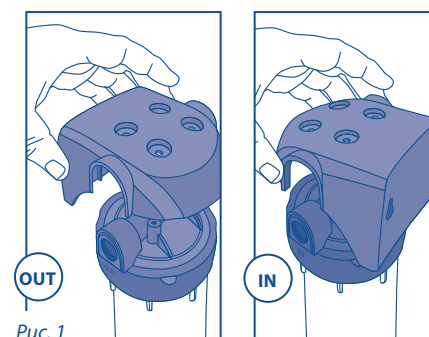

Рис. 1
3. Установите кронштейн-держатель на крышку водоочистителя в зависимости от конфигурации Вашего водопровода, соблюдая направление подачи воды в соответствии с надписями на крышке: IN – вход, OUT – выход очищенной воды (рис. 1).